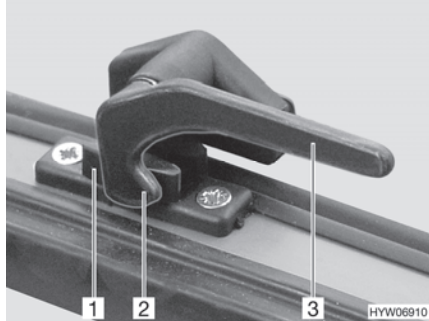

Fig. 45 Levier de verrouillage en position "Fermé"
- Tourner le levier de verrouillage (Fig. 45,3) d'un quart de tour vers le centre de la fenêtre.
- Tourner le levier de verrouillage (Fig. 45,3) d'un quart de tour vers le cadre de la fenêtre. Le tenon de verrouillage (Fig. 45,2) se trouve sur le côté intérieur du verrouillage de fenêtre (Fig. 45,1).
- En position "Fermé" (Fig. 45)